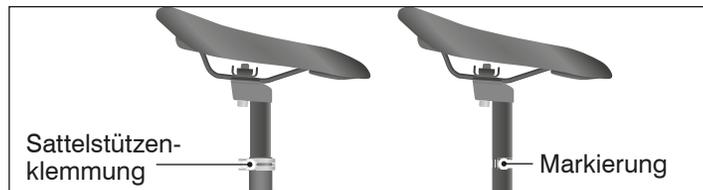

Abb.: E-9 Mindesteinstecktiefe der Sattelstütze (exemplarisch).
3. Stellen Sie sicher, dass die Markierung an der Sattelstütze nicht sichtbar ist (siehe Abb.: E-9, links).